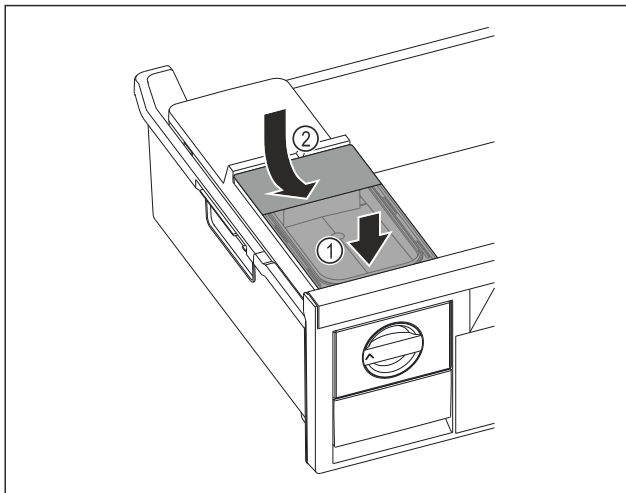

Fig. 99
- ▶ Colocar el depósito de agua por delante. Fig. 99 (1)
- ▶ Bajar el depósito de agua por detrás. Fig. 99 (2)